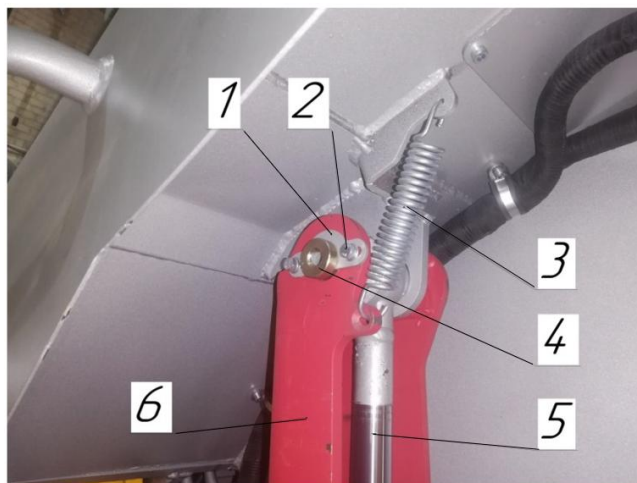

Рисунок 10. Крепление гидроцилиндра к кабине оператора
- ▶ Опустить шток гидроцилиндра 5, рис. 10 на 2-5 см вниз.